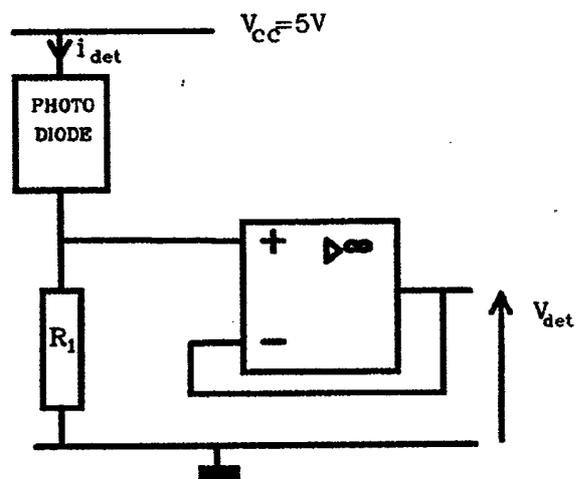

Fig 3
3. La photodiode décrite précédemment est utilisée dans le montage figure 3, feuille réponse. L'amplificateur opérationnel (A.Op.) utilisé est idéal et fournit à sa sortie une tension entre 0 et $V_{cc} = 5 \text{ V}$. La résistance R_1 vaut $2,2 \text{ k}\Omega$.
On relie les montages étudiés figure 3 et 4.